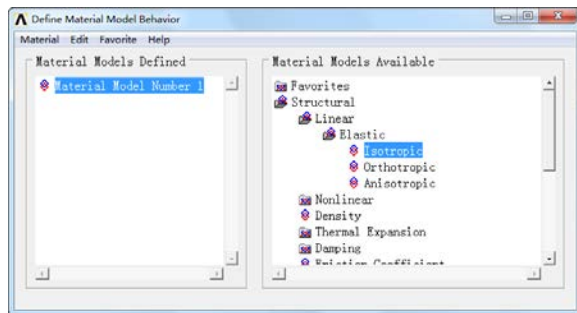
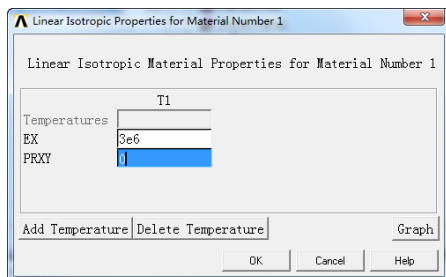

图 8-8 “Define Material Model Behavior”对话框
图 8-9 “Linear Isotropic Properties for Material Number 1”对话框
⑥设置材料属性：Main Menu > Preprocessor > Material Props > Material Models，弹出如图 8-8 所示的“Define Material Model Behavior”对话框，在“Material Model Available”下面的选择栏中，单击打开 Structural > Linear > Elastic > Isotropic，又弹出如图 8-9 所示的“Linear Isotropic Properties for Material Number 1”对话框，在“EX”后面的输入栏中输入“3e6”，在“PRXY”后面的输入栏中输入“0”，单击“OK”按钮，然后单击菜单栏上的 Material > Exit 选项，完成材料属性的设置。